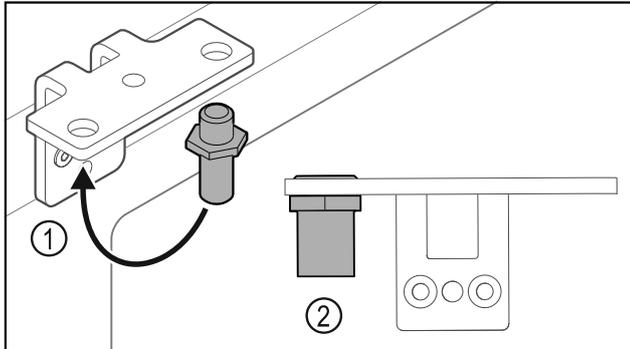

Fig. 28
- Spostare il perno Fig. 28 (1) nella cerniera angolare.
- Serrare il perno Fig. 28 (2) con una **coppia di 12 Nm**.